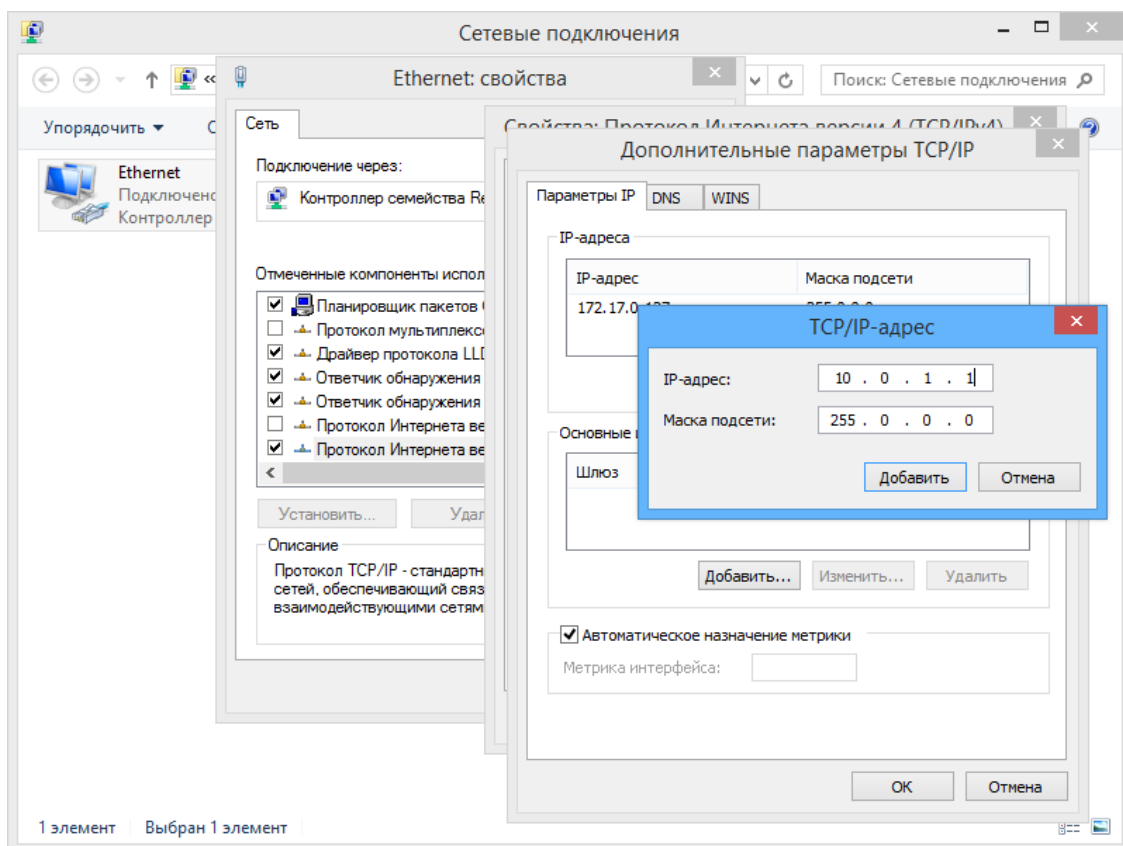

Рисунок 14. Добавление IP-адреса ПК
1. **Отсутствуют сетевые настройки в компьютере** – установите IP-адрес и маску подсети компьютера. Контроллер при этом должен быть подключен либо непосредственно к сетевому разъему сетевой карты компьютера, либо к тому же Hub/Switch, в который включен компьютер (см. рис. 14).